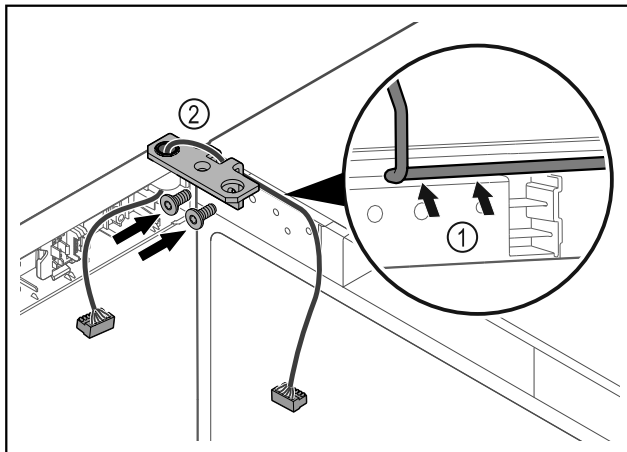

Fig. 45
- ▶ Juhtige kaabel läbi šarniirnergiku väljalõike ja vedage ettevaatlikult Fig. 45 (1).
- ▶ Kruvige šarniirnergik Fig. 45 (2) külge.